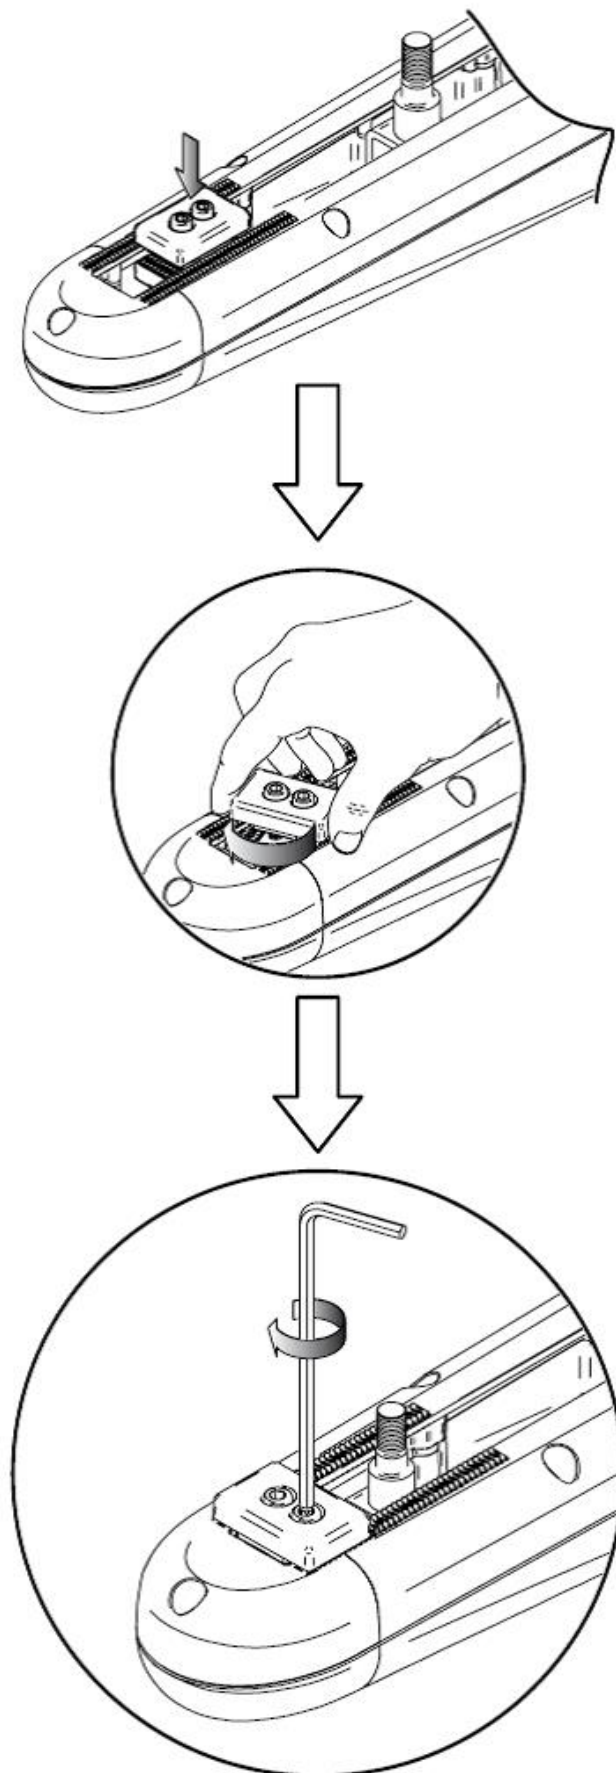

Rys. 12
16. Po zamocowaniu centralki wyjmujemy z opakowania siłowniki. Przed przystąpieniem do mocowania siłowniki należy wysprzęglić (aby trzpień można było przesunąć po śrubie ślimakowej wewnątrz siłownika). W tym celu otwieramy klapkę zabezpieczającą, wkładamy kluczyk (załączony w zestawie) i obracamy go o ½ obrotu (Rys. 12).